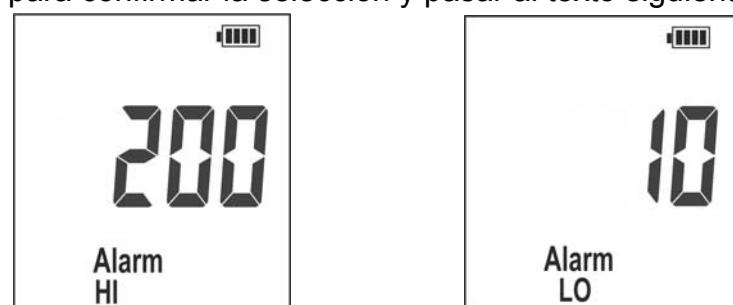

Fig. 11: Activación función alarmas HIGH y LOW
17. Pulse la tecla J para confirmar la configuración del umbral HIGH y pasar al umbral LOW (vea la Fig. 11 – parte derecha)